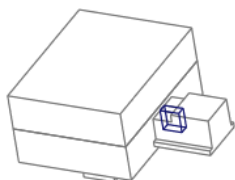
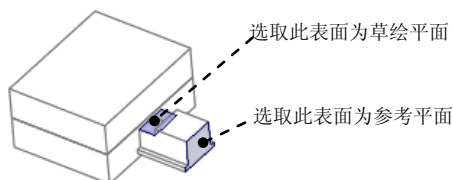

图 27.39 实体切削特征 2
图 27.40 定义草绘平面
Step7. 创建实体切削特征 2，如图 27.39 所示。单击 **模具** 功能选项卡 **形状** 区域中的 按钮，此时系统弹出“拉伸”操控板；在出现的操控板中，确认“实体”类型按钮 被按下；在操控板界面中按下 按钮；右击，从系统弹出的菜单中选择 **定义内部草绘...** 命令；选取图 27.40 所示的平面为草绘平面，然后选取图 27.40 所示的表面为参考平面，方向为 **右**。单击 **草绘** 按钮，进入草绘环境；进入截面草绘环境后，选取 MOLD_FRONT 基准平面和 MOLD_RIGHT 基准平面为草绘参考，利用“投影”命令绘制图 27.41 所示的截面草图。完成特征截面的绘制后，单击“草绘”操控板中的“确定”按钮 ；在操控板中选取深度类型 ，再在深度文本框中输入深度值 15.0，并按 **Enter** 键；在“拉伸”操控板中单击 按钮，完成特征的创建。